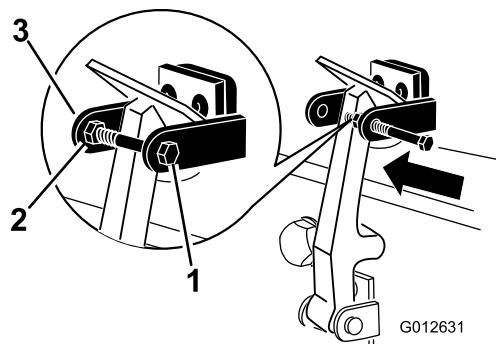

図 6
7. フードロックブラケットのもう一つのアームにボルトを差し込んでラッチをロックする図6。ボルトをしっかりと締め付けるが、ナットは締め付けない。